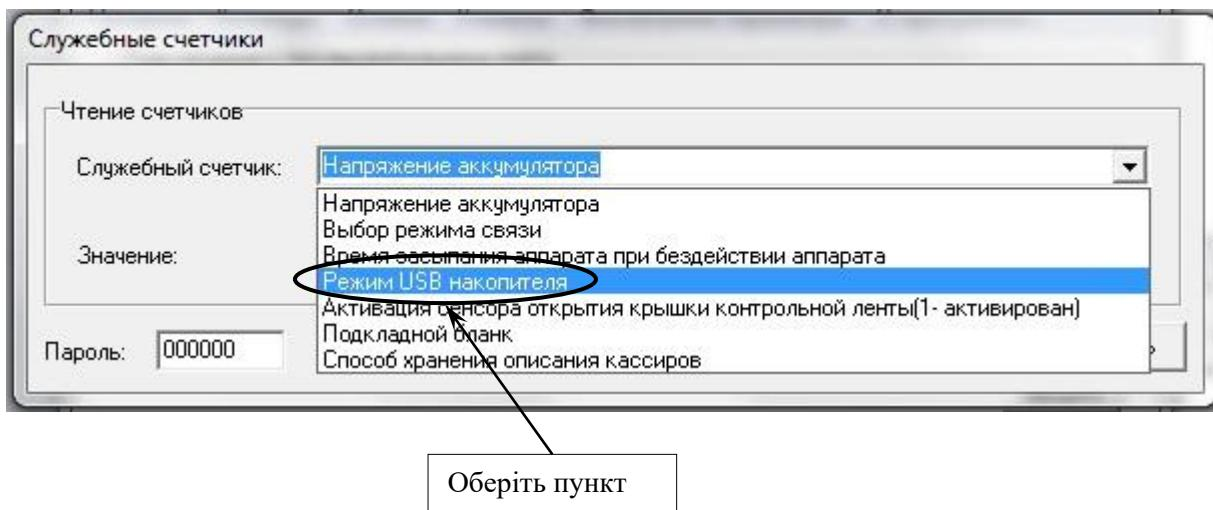

Рисунок 37
- у вікні, що з'явилося, у випадаючому списку поля «Служебный счетчик» обрати пункт «Режим USB накопителя» (рисунок 37);